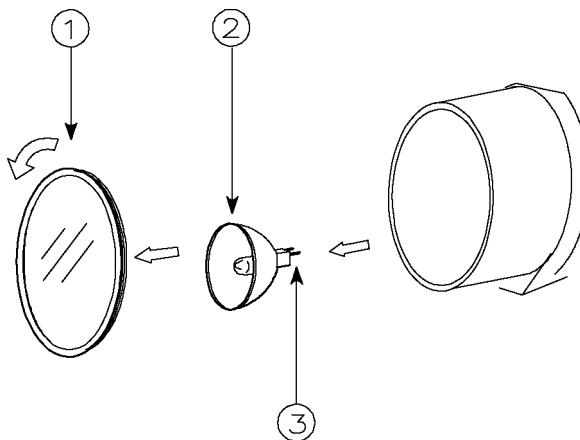

fig.3
1. Togliere il filtro di protezione (1) (fig.3).
3. Nell'inserimento della nuova lampada assicurarsi che la spinetta (3) sia nella posizione indicata in figura.